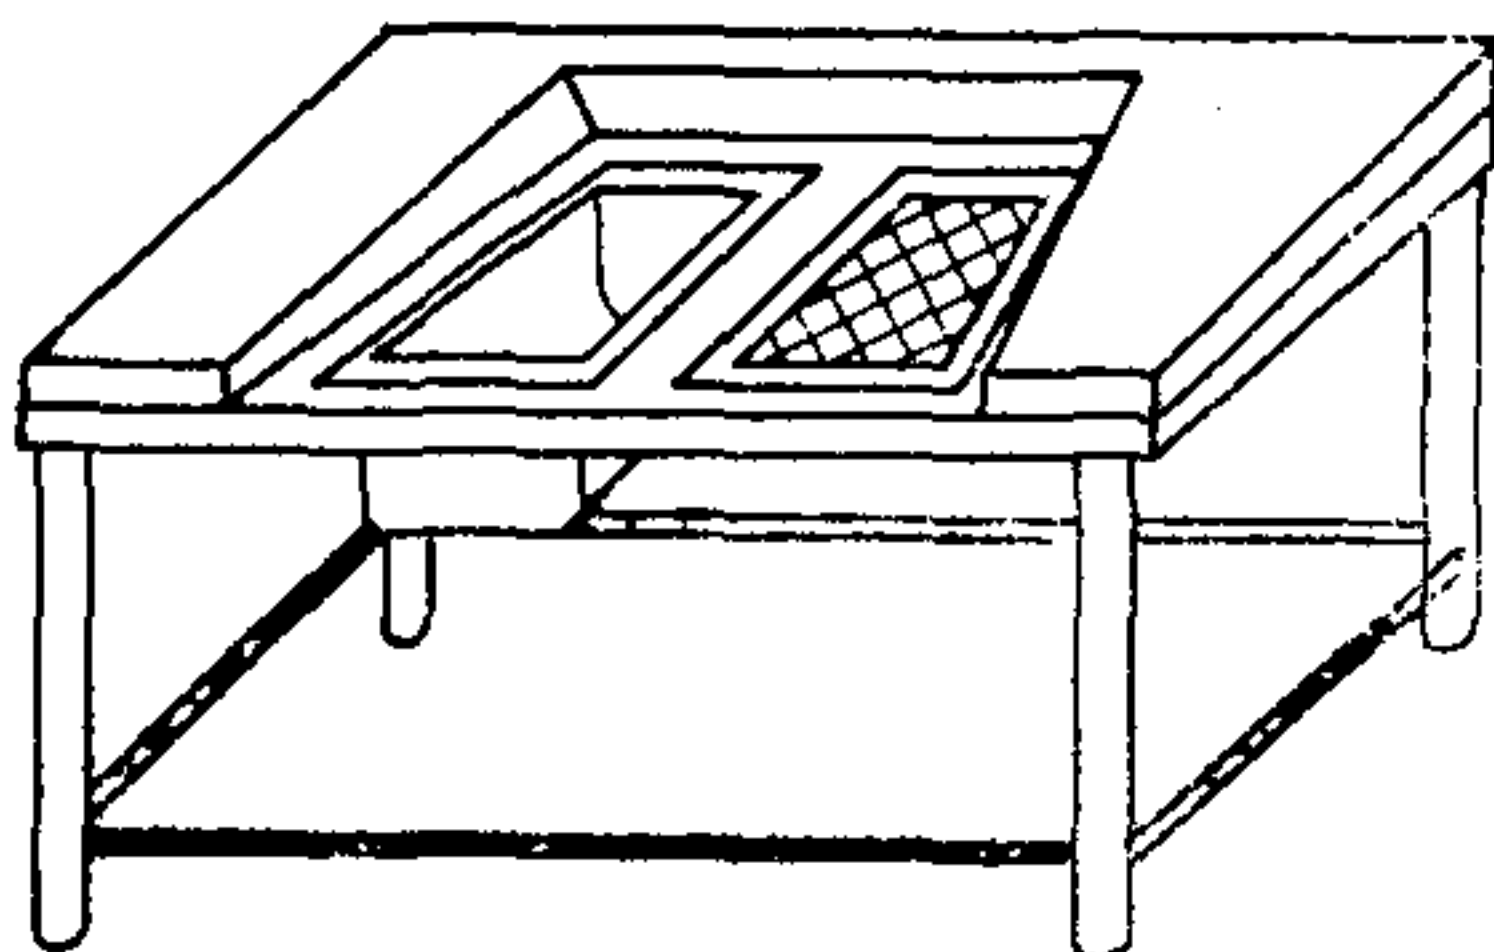

Рис. 10. Стол для промывки и сушки деталей насосов
2. Стол для промывки и сушки деталей (рис. 10) изготавливается из алюминиевого сплава (сварной конструкции) и имеет стальную сетку.